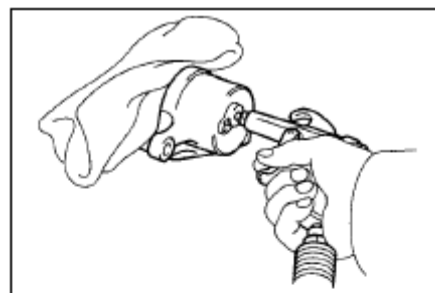

Рис. 279
- (1) Положите кусок материала, или заменяющего его, между тормозным цилиндром и поршнем.
- (2) Используя сжатый воздух, выдуйте поршень из тормозного цилиндра(рис.279)